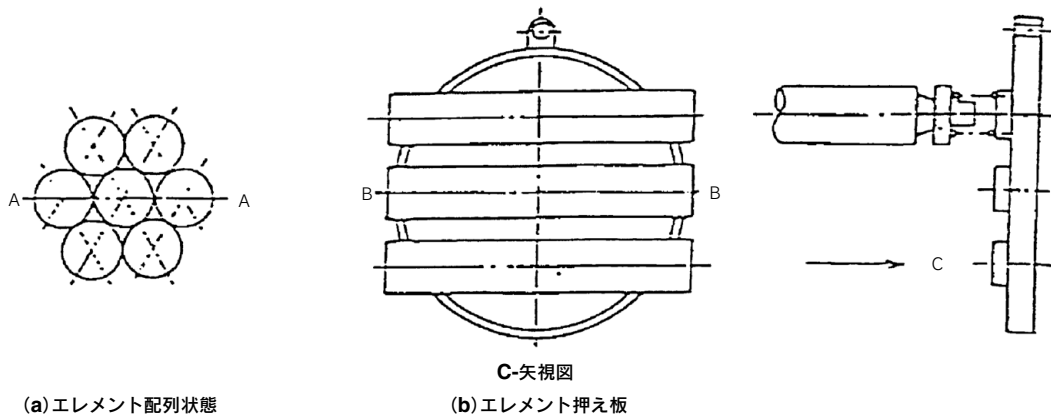

図6
⑥エレメント押え板は、図6の(a)に示す記号A-Aか図6の(b)に示すエレメント押え板記号B-Bに平行に重なるようにして組込んでください。